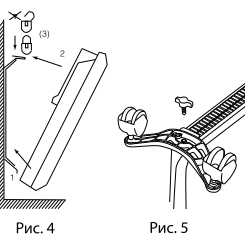

Рис. 4
- Поместить кронштейн на стену и закрепить его с помощью крепежных элементов.Закрепить прибор на кронштейне необходимо следующим образом (рис. 4):